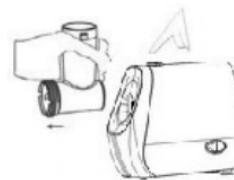
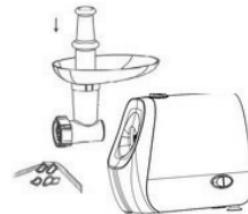

Рис. 2
Рис. 3
- Для снятия головки мясорубки (7), нажмите на кнопку фиксатора (3) и поверните головку мясорубки (7) по часовой стрелке (рис. 2).
- Вставьте шнек (8) в корпус головки мясорубки (7).
- Установите крестообразный нож (9).
- Выберите одну необходимую решётку (10) и установите её поверх ножа, совместив выступы на решётке с пазами в корпусе головки мясорубки (7), закрутите гайку (11).
- Всегда во время работы используйте только толкатель (5).
- При установке ножа (9) следите за тем, чтобы режущие кромки ножа (9) были направлены к решётке (10). Если нож будет установлен неправильно, он не будет выполнять функцию рубки мяса.
- Решётка (10) с мелкими отверстиями может использоваться для переработки как сырого, так и приготовленного мяса, рыбы и т.п.
- Решётка (10) со средними отверстиями может использоваться для переработки сырого мяса, рыбы, овощей, сухофруктов, сыра и т.п.
- Для получения более крупного фарша используйте решётку (10) с крупными отверстиями.
- Установите на головку мясорубки (7) лоток для продуктов (6) (рис. 3).
- Включите мясорубку, установив переключатель режимов работы (1) в положение «ON».
- Во время работы используйте только толкатель (5), входящий в комплект поставки (рис. 3). Не прилагайте чрезмерных усилий для проталкивания мяса или других продуктов.
- После окончания работы, выключите мясорубку, установив переключатель режимов работы (1) в положение «О», выньте вилку шнура питания из электрической розетки, после этого приступайте к её разборке.
- Для разборки головки мясорубки (7), открутите гайку (11) поворачивая её против часовой стрелки, выньте из корпуса головки мясорубки (7) установленную решётку (10), выньте крестообразный нож (9) и шнек (8).
- Для снятия головки мясорубки (7) нажмите на кнопку фиксатора (3), поверните головку мясорубки (7) по часовой стрелке и снимите её (рис. 2).